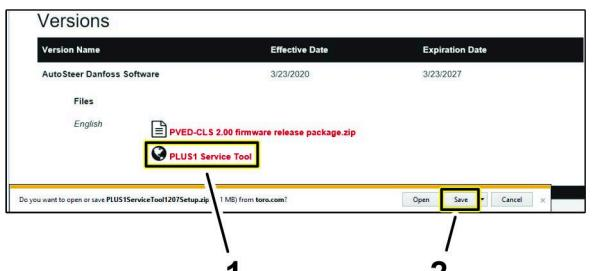

図 18
- ドキュメント情報ページで、Plus1サービスツールハイパーリンク(図 18)をクリックする。
- [保存]ボタンをクリックする(図 18)。